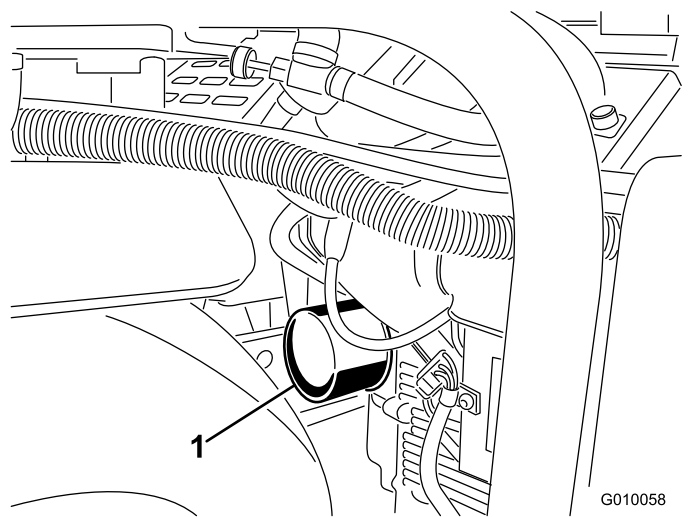
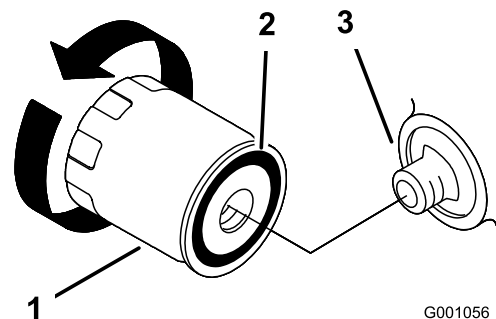

図 47
図 48
- オイルを受けられるように、フィルタの下に浅い容器を置く(図 47)。
- オイル・フィルタ(図 47と図 48)を外し、フィルタのアダプタ・ガスケットの表面をきれいに拭く。